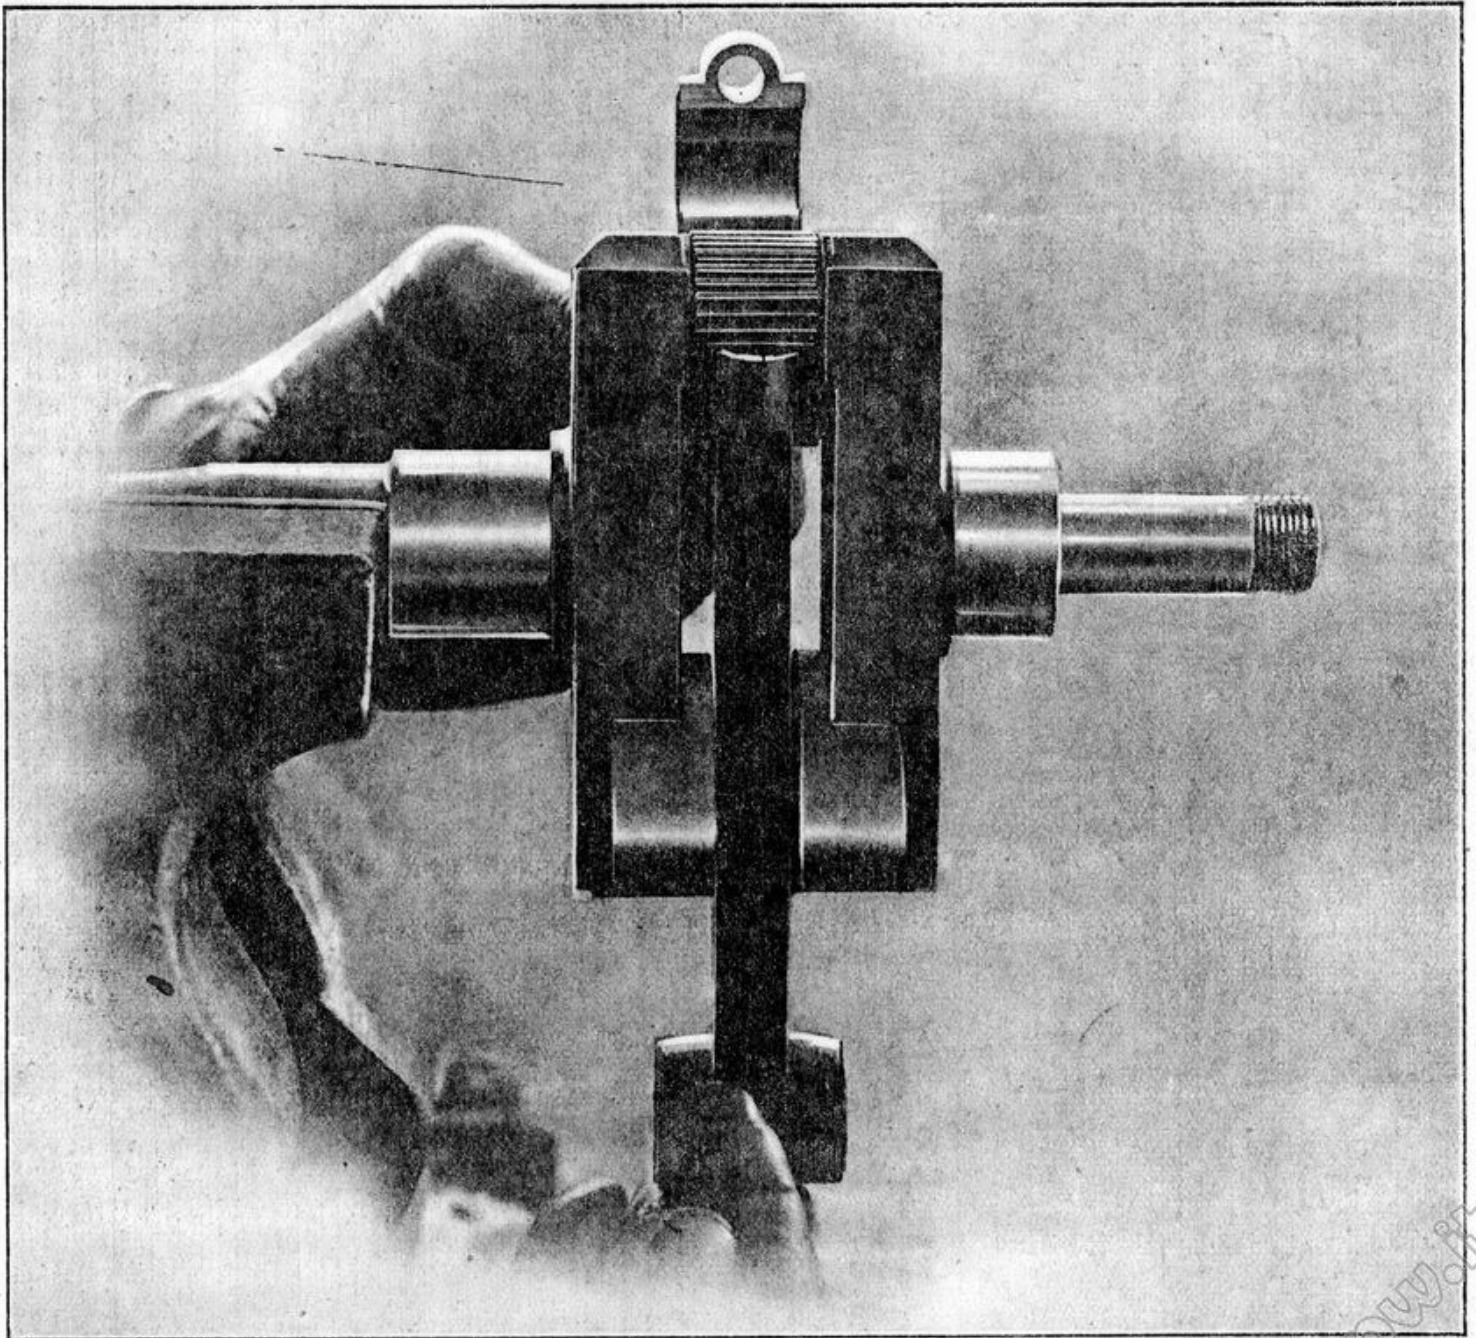

Fig. 23 - Come si eseguisce il montaggio delle bielle e degli aghi sull'asse motore
- Versare un po' d'olio denso sul perno di biella e appoggiare uno a uno i rullini facendoli scorrere in basso, aiutandosi a trattenerli con la biella (vedi fig. 23).